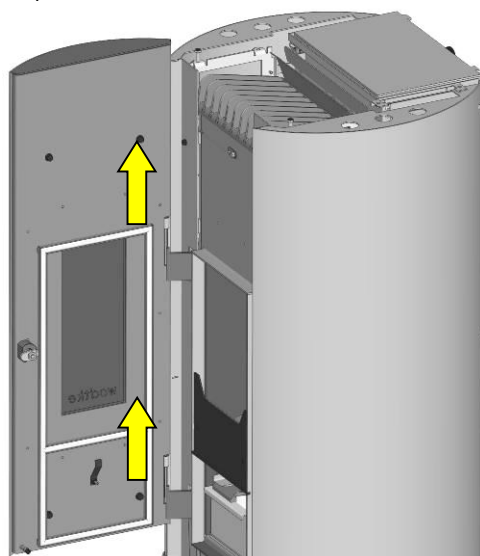

Abb. 13: Tür aushängen
1. Die Tür mit dem beiliegenden Innensechskantgriff öffnen und nach oben aushängen (**Abb. 13**).